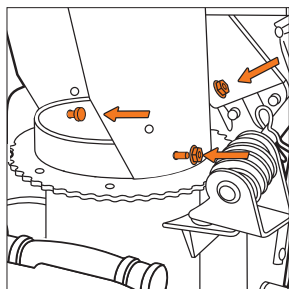

Рис. 27
- Установите желоб на отверстие выброса снега и закрепите его тремя болтами M8x20 и гайками M8 (Рис. 27).